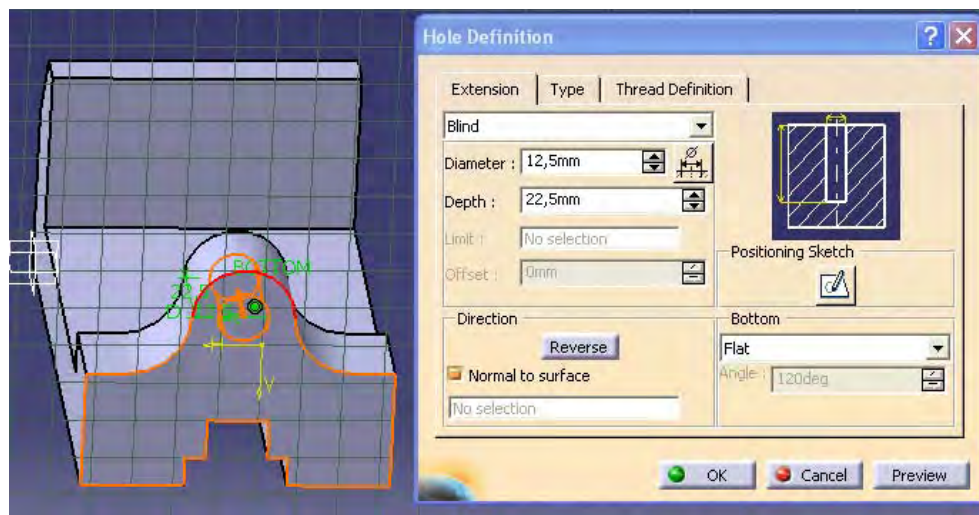

Figura 4.19: CREACION DEL HOLE EN LA PIEZA
9.-Se indica la orilla que se tomara como referencia para indicar el centro del agujero, se selecciona el icono HOLE, en la primer pestaña de la ventana de dialogo Hole se indica el diámetro (12.5) y su profundidad (22.5), En la segunda pestaña el tipo de agujero (simple), tal como se ve en la figura 4.19, para crear un agujero en la pieza.